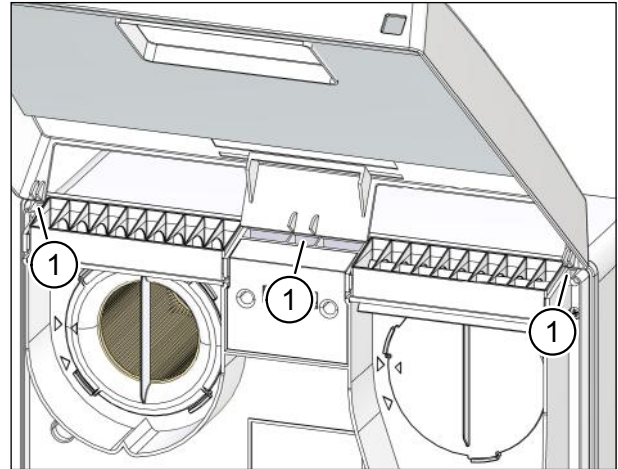

Abb. 32: Deckeldrehpunkte
- ▶ Setzen Sie die Nasen des Deckels in die Öffnungen (Pos. 1 in Abb. 32) an der Oberseite des Lüftungsgerätes ein.